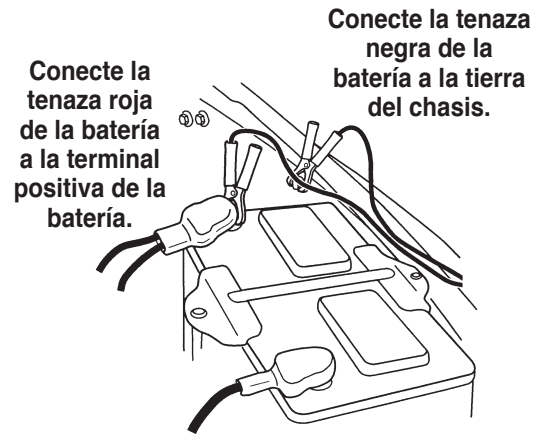

Figura 2
7. Conecte las abrazaderas de la batería desde la herramienta a una fuente buena conocida, de 12 voltios; se recomienda la batería del vehículo. Consulte la Figura 2.